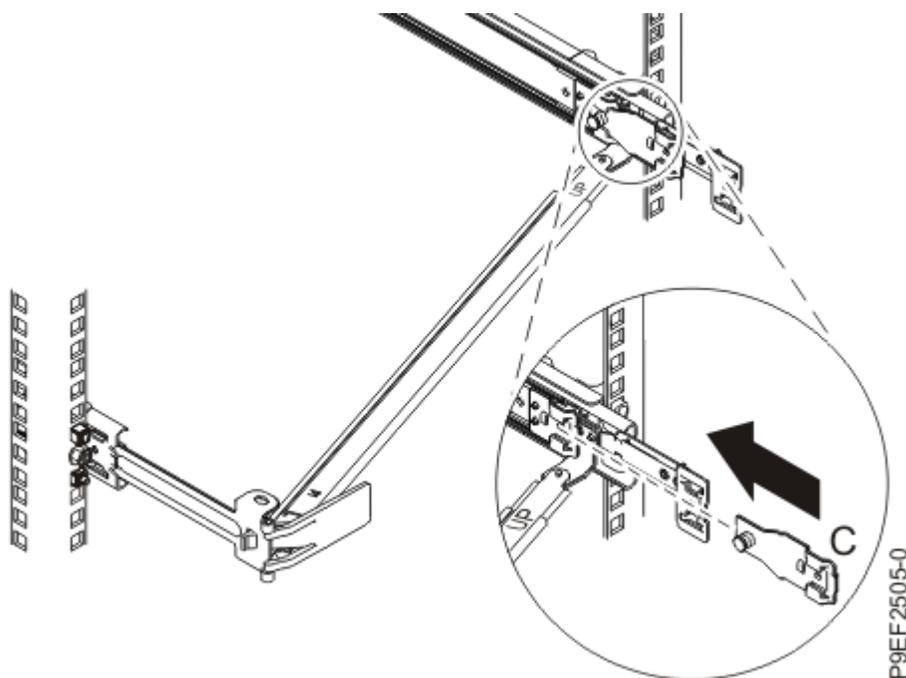

Figura 13. Instalar o suporte de montagem na calha deslizante
6. Fixe o suporte de montagem **(C)** à ranhura no interior do lado esquerdo ao deslizar o suporte de paragem **(C)** na calha deslizante até o pino suprido de molas encaixar na posição correcta. Para obter detalhes, consulte Figura 13 na página 12.